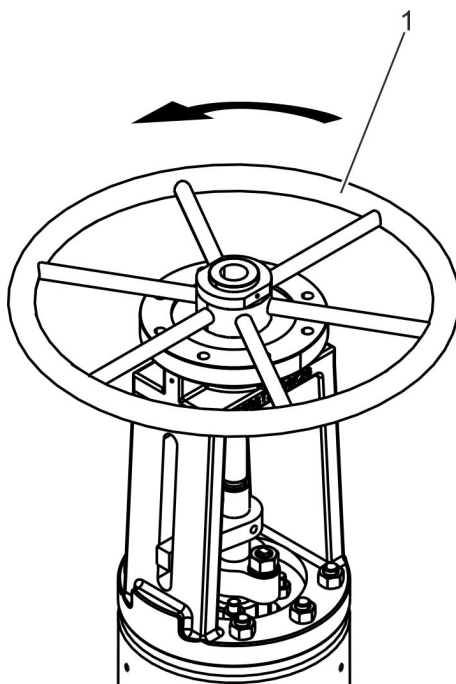

Abb. 18: Armatur öffnen
1. ➤ Handrad (Abb. 18/1) gegen den Uhrzeigersinn betätigen.